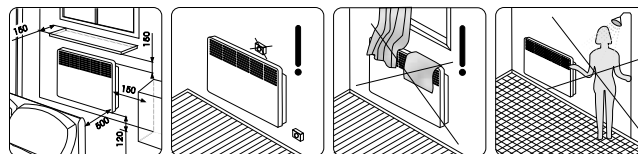

Рис. 3
Установка конвектора на стену (рис. 3, 4) - размеры указаны в миллиметрах.
3. В соответствие с рис. 3,4 и таблицей 1 определите место установки конвектора с соблюдением минимальных расстояний от предметов и минимального расстояния от пола.